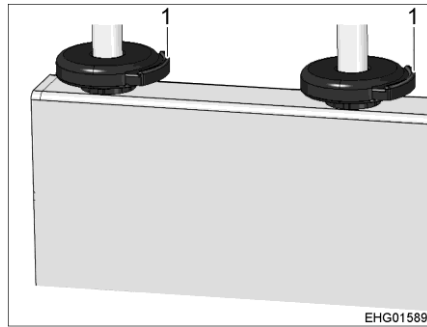

Fig. 17 Desbloqueo del reposacabezas
- Presionar el desbloqueo (Fig. 17,1) de las dos varillas guía del reposacabezas.